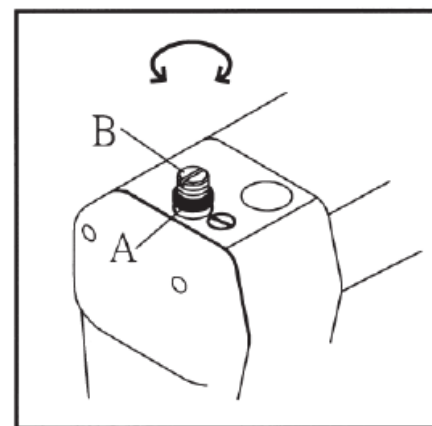

Рис. 13
2. Для регулировки ослабьте гайку А, поверните винт В в ту или иную сторону и затяните гайку А (см. Рис.13)